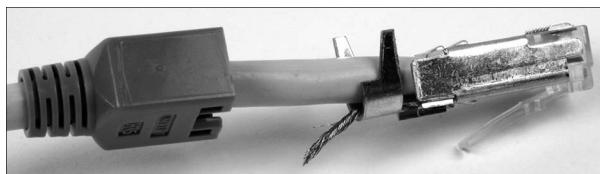
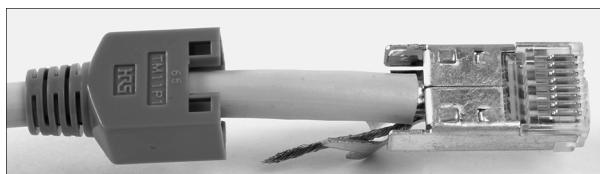

Abbildung 2.21 Crimpfertiger Stecker; das Schirmgeflecht liegt in der Schirmungsaufnahme.
Abbildung 2.22 Crimpfertiger Stecker, Ansicht von unten
8. Richten Sie die verdrillte Schirmung so aus, dass sie zur Steckeroberseite zeigt. Die Steckeroberseite erkennen Sie daran, dass sich hier die Rastnase befindet. Bringen Sie die Schirmung in die hierfür vorgesehene Aufnahme (Abbildung 2.21). Damit ist der Stecker bereit zum Crimpen (Abbildung 2.22).